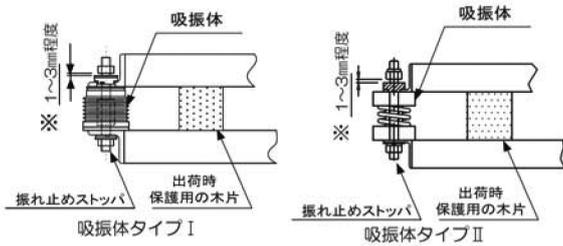
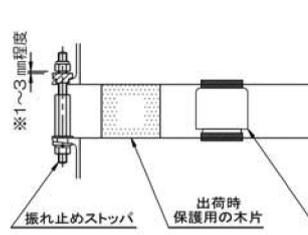

図 5-5 吸振体と振れ止めストッパ一体タイプ
図 5-6 吸振体と振れ止めストッパ分離タイプ
- 防振装置の搬入用に設置している“木片”は振れ止めストッパボルトを緩めて、上部チャンバを持ち上げながら、はずしてください。木片をはずさないと防振が機能せず、異常振動の原因となります。(図 5-5、図 5-6、図 5-7 参照)
- 緩み止め六角ナットは防振を効かすため、図 5-5、図 5-6、図 5-7 の※印隙間を確認、調整してください。